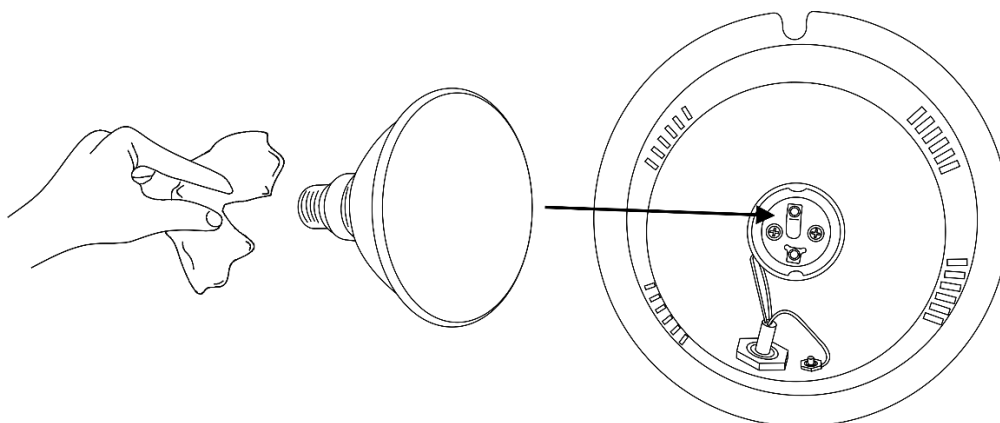

Fig. 05
- 04) Inserte la bombilla en el soporte para la misma (Fig. 05).